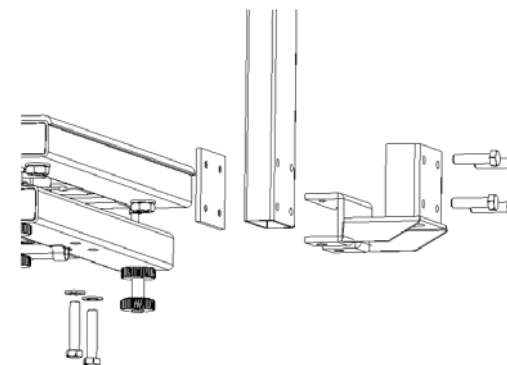

Рис. 7. Схема присоединения стойки к основанию весов
2.3.5 Сориентировать стойку перпендикулярно к основанию весов с задней стороны основания, состыковать крепление стойки и основания и зафиксировать их болтами согласно рис. 7.